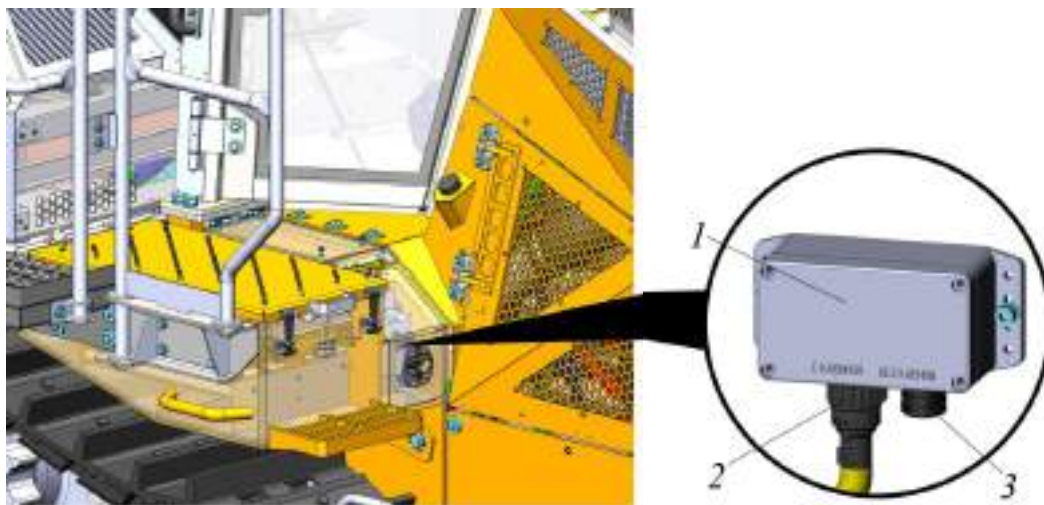

Рисунок 5.45. Размещение CAN-модуля в ящике
- ▶ Открыть дверцу ящика с правой стороны машины, рис. 5.45. Открутить штекер 2 из разъема CAN модуля «с кабиной» и установить его в разъем «без кабины» поз. 3.
- ▶ Открыть дверцу ящика с правой стороны машины, рис. 5.45. Открутить штекер из разъема CAN модуля «без кабины» и установить его в разъем «с кабиной».